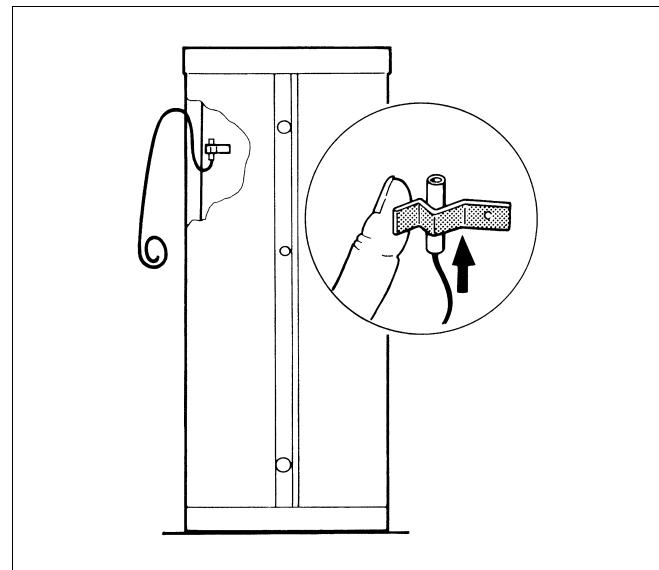

Рис. 9 Установка накладного датчика
- Установите датчик в пружинный держатель так, чтобы вся его контактная поверхность плотно прилегала к баку (рис. 9).